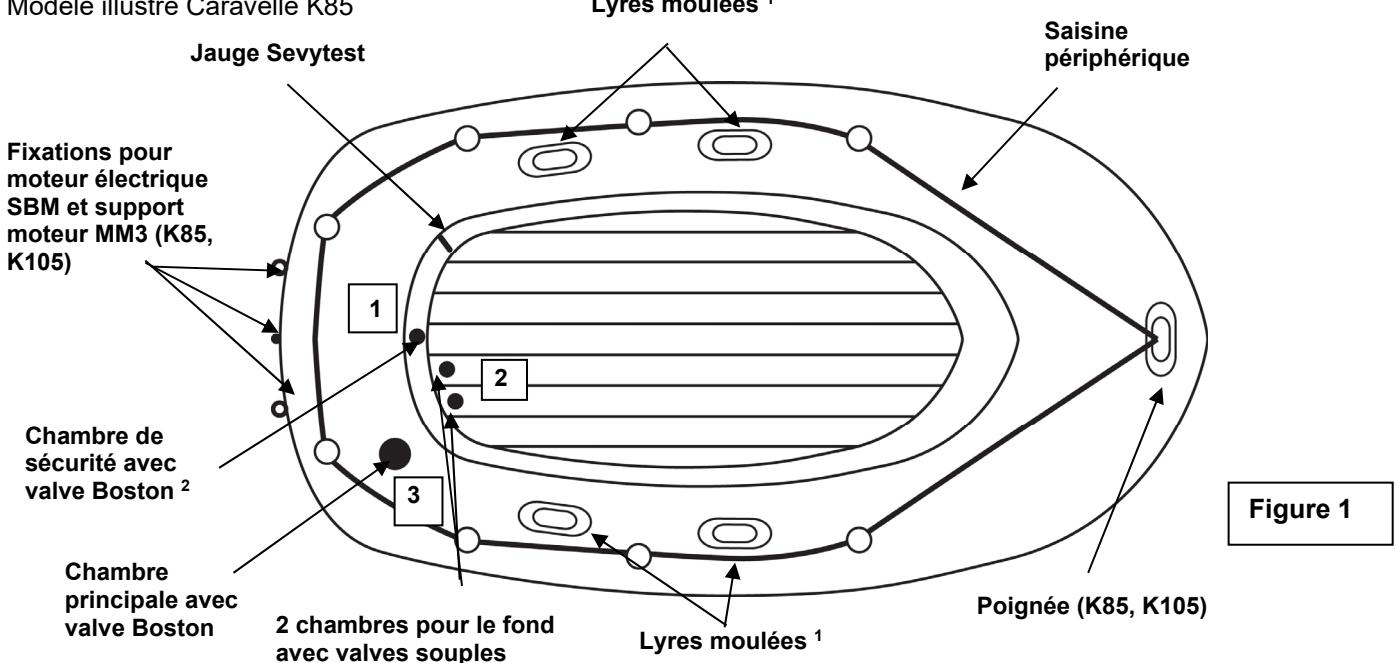

Figure 1
- Valve(s) Boston (figure ci-contre) : dévisser le capuchon de la valve (1), visser le corps de la valve (2) dans la base de la valve (3) ; veiller à ce que le capuchon reste accessible. Insérer l'extrémité du tuyau du gonfleur dans la valve et gonfler jusqu'à atteindre le niveau de pression recommandé (voir point 3). Après gonflage, fermer bien toutes les valves avec leur capuchon (dans le sens des aiguilles d'une montre). **N.B.** : une légère fuite d'air avant la fermeture des valves avec leur capuchon est normale, **seul le capuchon des valves assure l'ETANCHEITE**.
2. Gonfler le bateau selon l'ordre de gonflage indiqué sur la plaque d'immatriculation imprimée sur le bateau (voir également figure 1, la numérotation des valves).
3. Niveau de pression maximal : **la pression d'utilisation de ce produit est de : 0,06 bar (= 60 mbar). Ne la dépassez pas.** Votre bateau est équipé d'une jauge Sevytest qui permet de vérifier la pression. Gonfler tout d'abord la chambre de sécurité (voir figure 1) jusqu'au repère "+" du Sevytest, puis la chambre principale (voir figure 1) jusqu'au repère "-". **Surpression** : dégonfler jusqu'à atteindre le niveau de pression recommandé. **Baisse de pression** : regonfler légèrement. **N.B.** : il arrive que l'indicateur de la jauge SEVYTEST ne revienne pas à sa position initiale après de fréquents gonflages en raison d'un allongement du PVC sous l'influence de la pression de gonflage. Mais vous pourrez encore vérifier qu'il est positionné dans les limites des niveaux de pression recommandés.